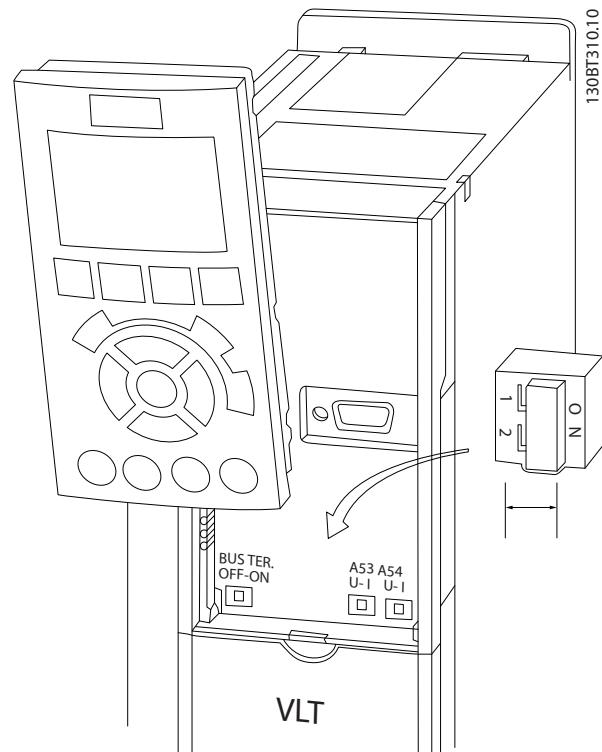

图 2.18 端子 53 和 54 开关及总线端接开关的位置
- 在拆下 LCP 后可以看到这些开关（请参阅 图 2.18）。